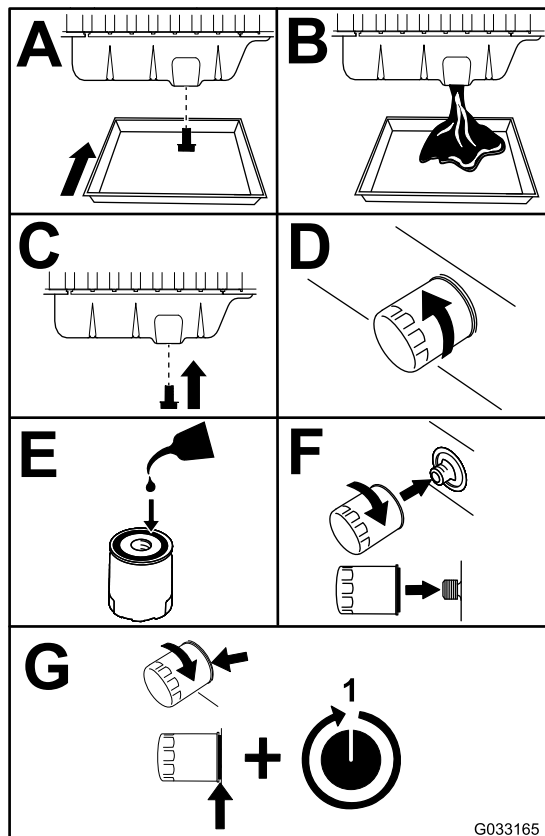

Рисунок 50
3. Замените моторное масло и масляный фильтр (Рисунок 50).